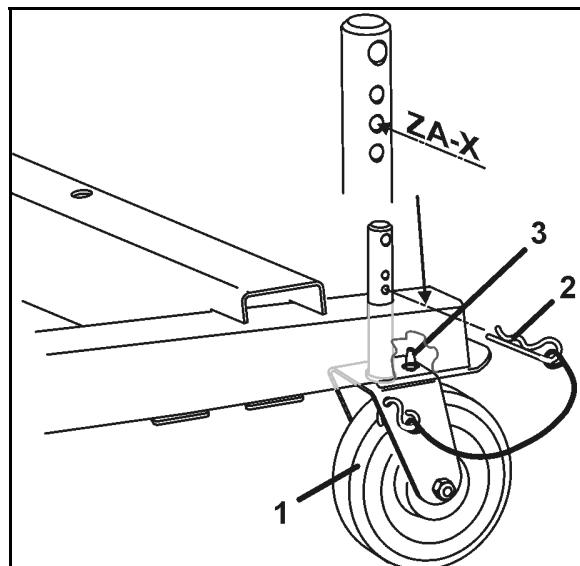

图 45
6. 固定的后轮（图 45/1）
- o 安装并用弹簧插销（图 45/2）固定在中间插孔中，或者
安装固定式脚轮时，确保销栓（图 45/3）穿过框架上的孔，从而使脚轮保持纵向。